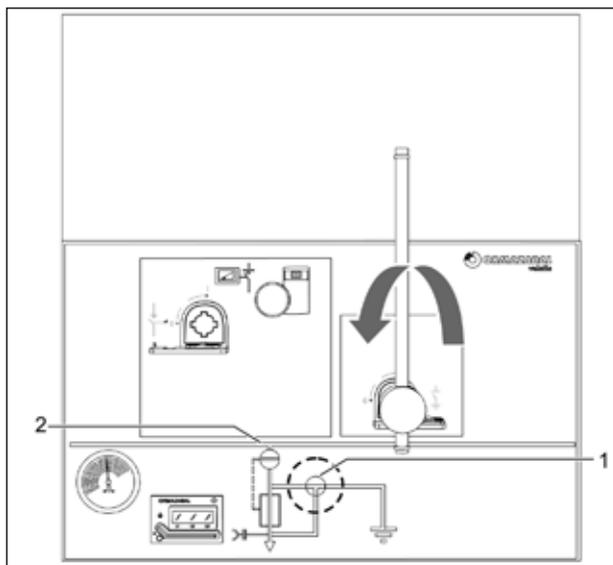

Рис. 5.53 Вращение рычага (типа 1)
Сначала заземляющий нож (1) находится во включенном, а коммутационный аппарат (2) — в выключенном положении. Вращайте рычаг в направлении, показанном на Рис. 5.53.